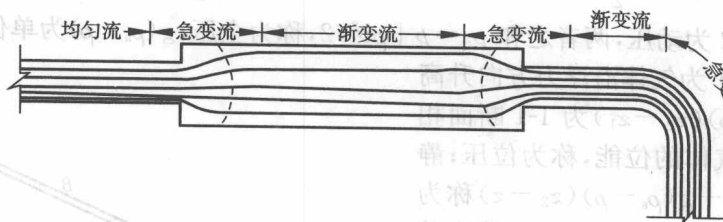

图 10-3 均匀流和不均匀流
(3) 实际流体恒定总流能量方程 质点流速的大小和方向均不变的流动称为均匀流动,反之为不均匀流动。不均匀流动又按流速随流向变化的缓或急,分为渐变流动和急变流动,如图 10-3 所示。